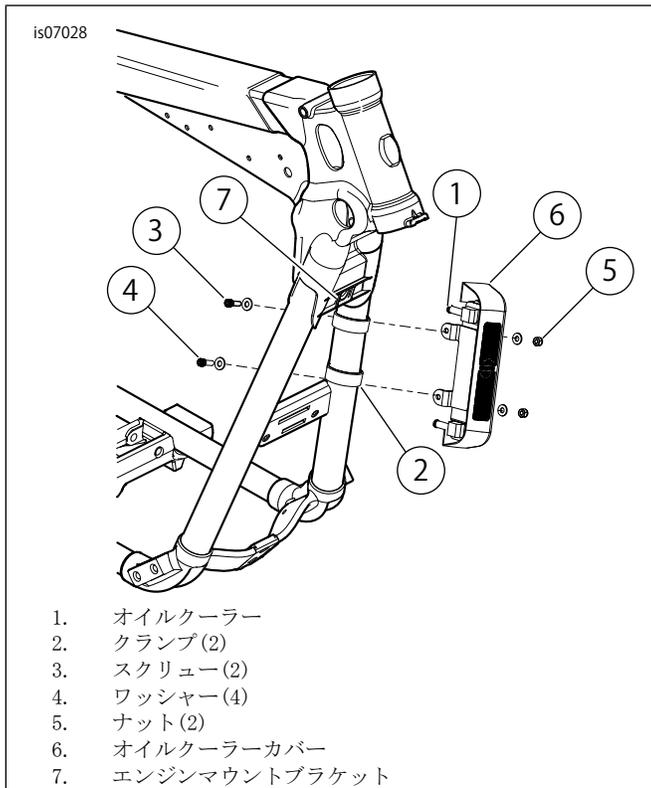

図2. オイルクーラーアセンブリの取り付け
1. 「図2」を参照してください。キットから、クランプ2個(2)、ソケットヘッドスクリュー2個(3)、ワッシャー4個(4)、ナット2個(5)を取り出します。オイルクーラー(1)を左側のダウンチューブに取り付けます。クランプの平らな側面を外側に向けます。アッパーブラケットをエンジンマウントブラケット(7)の底部から31.8 mm(1.25 in)以内の位置に置きます。スクリューを次のトルク値で締め付けます: 10.2-13.5 N·m(96-120 in-lbs)。